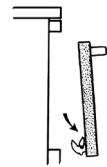

Bild 33
- Backrohtür nach unten wegnehmen (Bild 33).